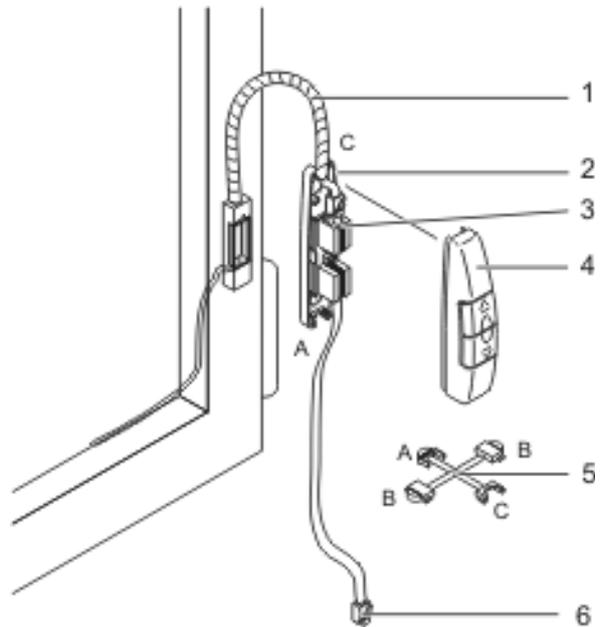

Bild 2-11: Handschalter montieren
- Einsetzen der entsprechenden Gehäuseabschlüsse (siehe Bild 2-11, Pos. 5)